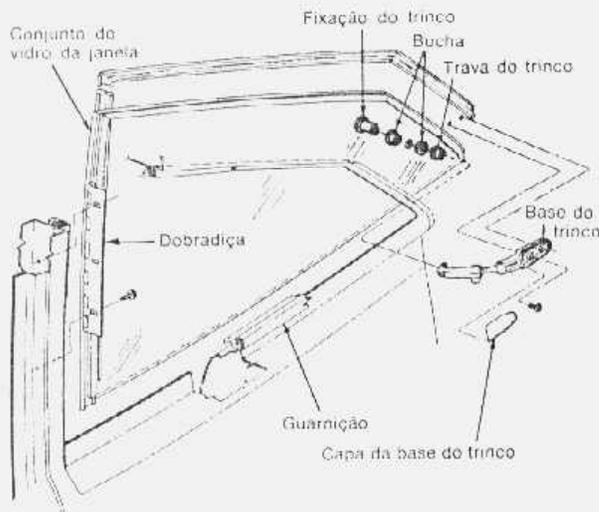

fig. 10 — instalação de janelas traseira basculante
- Retirar a capa da base do trinco (fig. 10), os parafusos e arruelas.
- Levantar a guarnição para ter acesso aos parafusos da dobradiça (fig. 10). Retirar os parafusos, as arruelas e o vidro.
1. Retirar a capa da base do trinco (fig. 10), seus parafusos e arruelas.
1. Retirar a capa da base do trinco (fig. 10).